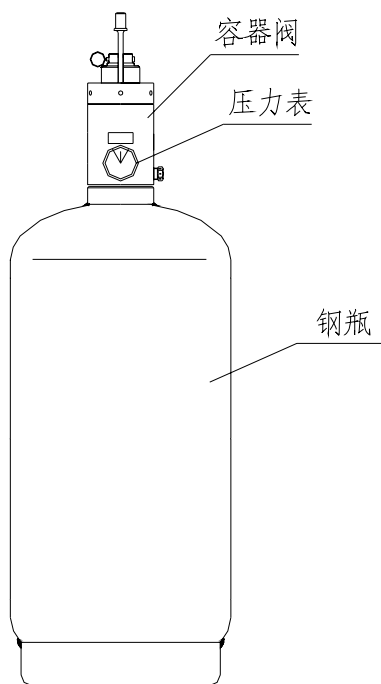

图 2
(1) 用途。用于储存七氟丙烷灭火剂，具有封存、释放、充装、超压泄放、压力显示等功能。
(2) 结构。由容器阀、虹吸管、储存容器组成。
b. 容器阀。由阀体、启动装置、活塞、压力显示部件、泄压装置等组成，如图 2 所示。接上虹吸管后安装在储存容器瓶口上，可气动、手动开启容器阀释放灭火剂。阀体材质为铜合金，弹性密封圈采用能长期与七氟丙烷灭火剂接触而不损坏的优质材料。容器阀结构经优化设计，满足喷放时间的要求。
(3) 主要技术参数。